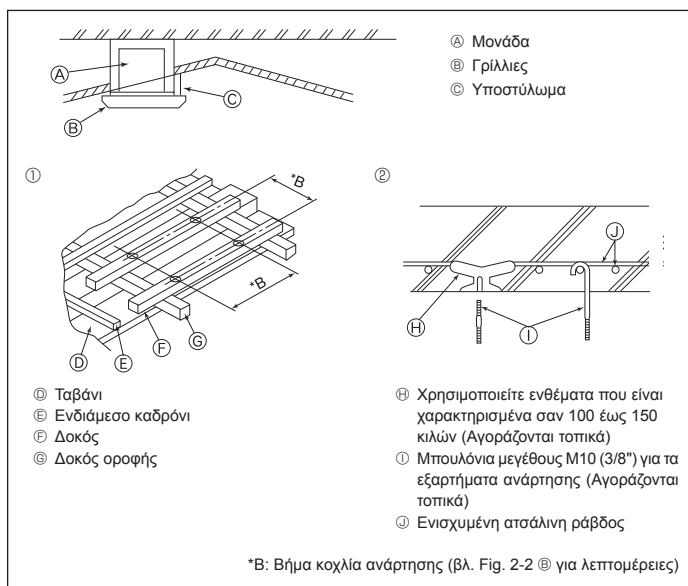

Fig. 2-4
2.4. Υποδομή ανάρτησης (Το μέρος του ταβανιού όπου θ' αναρτηθεί η μονάδα πρέπει να έχει ισχυρή υποδομή) (Fig. 2-4)